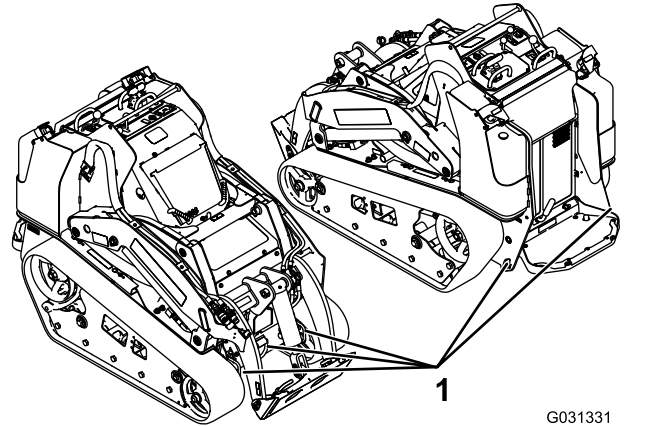

Bild 31
8. Befestigen Sie die Maschine mit den Metallbefestigungsschleifen und Riemen, Ketten, Kabel oder Seilen am Anhänger oder Pritschenwagen (Bild 31). Halten Sie die örtlichen Vorschriften für die Vergütung ein.
Sie können die Maschine mit den Vergurtungsstellen bzw. Hebeschlaufen als Hebestellen anheben, wie in Bild 31 abgebildet.